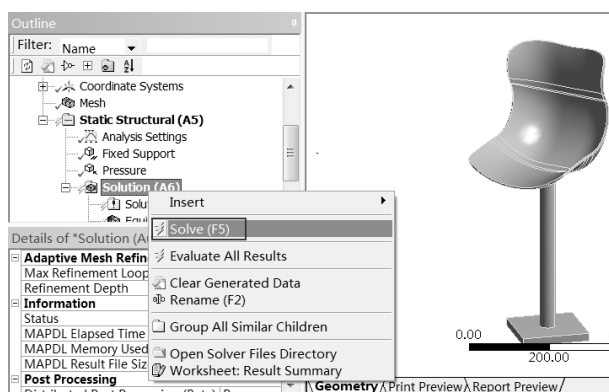

图 16-6 求解计算
Step3 : 右击 Static Structural (A5) 选项，在弹出的快捷菜单中选择 Solve 命令，如图 16-6 所示。